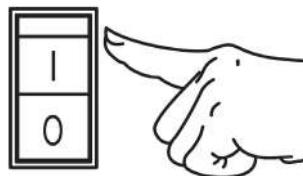

Рис. 14 Выключатель зажигания GG3200
- Вставьте ключ в замок зажигания на панели управления и переведите ключ в положение «ВКЛ.» (Включено) (Рис. 13). Для модели GG3200: переведите выключатель зажигания в положение «1» (Включено) (Рис. 14).